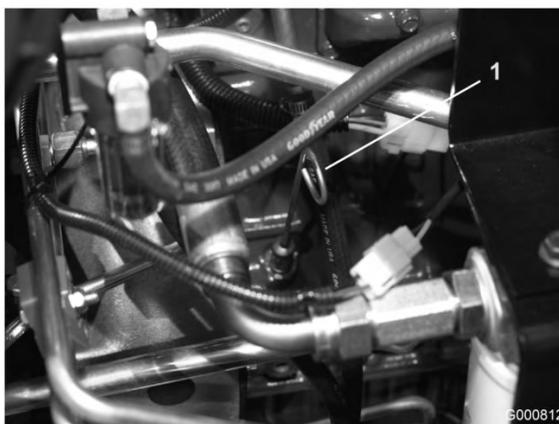

Figure 31
2. Sortez la jauge (Figure 31), essuyez-la sur un chiffon propre et remettez-la en place. Ressortez la jauge et vérifiez le niveau d'huile : le liquide doit atteindre le repère maximum (FULL) sur la jauge.